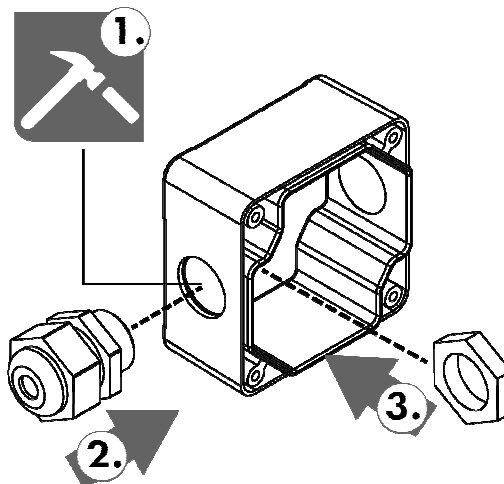

Abbildung 1: Montage Kabelverschraubung (Drehmoment der Kabelverschraubung beachten!)
- Bei Verwendung der M20-Kabeleinführung den Blindstopfen mit einem geeigneten Werkzeug entfernen (Abbildung 1).